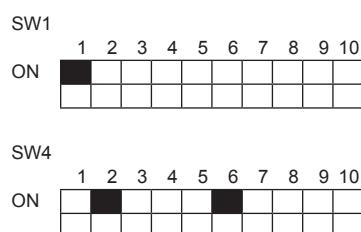

Fig. 2-2
2.4.3. Skift indstilling (Fig. 2-2)